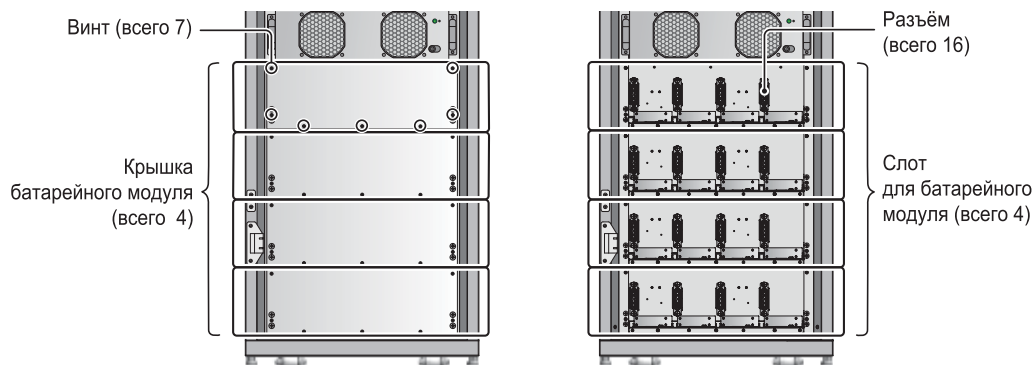
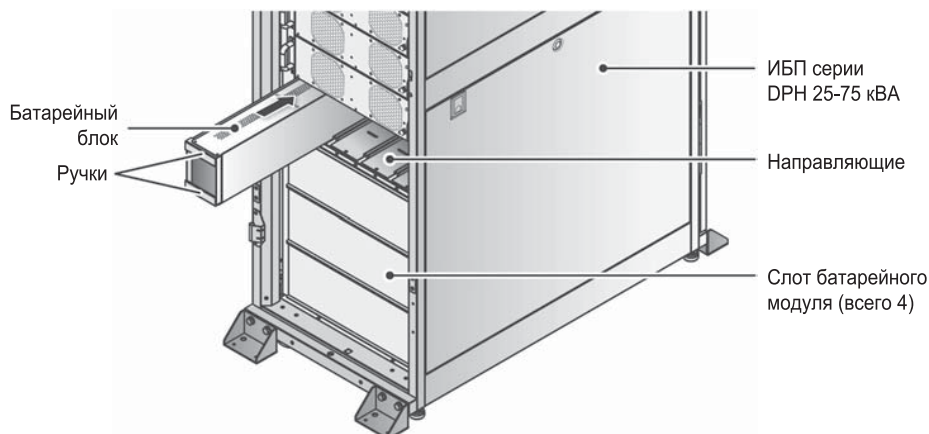

Рис. 5-15. Снятие крышек батарейного модуля
Рис. 5-16. Монтаж батарейного модуля
1. Откройте переднюю дверцу и снимите необходимое число крышек, чтобы получить доступ к слотам батарейных модулей (крышки закреплены семью винтами). См. **Рис. 5-15**.
- 2 Возьмите батарейный блок за ручки (см. **Рис. 5-16**), вставьте его в батарейный слот (см. расположение разъёмов на **Рис. 5-15**) и по направляющим вдвиньте внутрь. Убедитесь, что блок надёжно подсоединён к разъёму. Батарейный модуль состоит из четырёх батарейных блоков, каждый из которых необходимо установить в слот батарейного модуля на одном уровне (см. **Рис. 5-15** и **Рис. 5-16**). Число батарейных модулей выбирается исходя из требуемого времени автономной работы.
- 1 Откройте переднюю дверцу и снимите необходимое число крышек, чтобы получить доступ к слотам батарейных модулей (крышки закреплены семью винтами). См. **Рис. 5-15**.